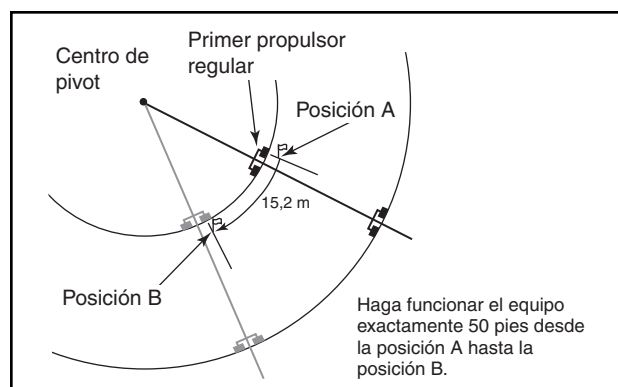

Figura 45-1
2. Coloque una bandera cerca de la huella de la rueda y en línea con el centro de la rueda trasera en la primera unidad motriz regular. Ésta es la posición A. Vea la Figura 45-1.
En la dirección de marcha opuesta a ésta en el paso 1, mida una distancia de 50 pies (15,2 m) desde la posición A, a lo largo de la huella de la rueda de la primera unidad motriz regular, y coloque otra bandera. Ésta es la posición B. Para este ejemplo la dirección de marcha opuesta es adelante. Vea la Figura 45-1.